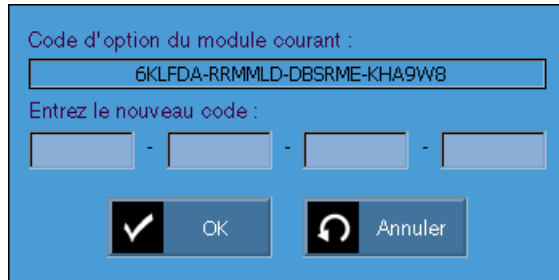

Figure 1-19 Boîte de dialogue permettant d'entrer un nouveau code d'option
- d) Si une boîte de dialogue s'affiche demandant un code d'option, entrez votre nouveau code d'option (voir la Figure 1-19 à la page 40) pour activer le programme TomoView Control sur le module actuel.